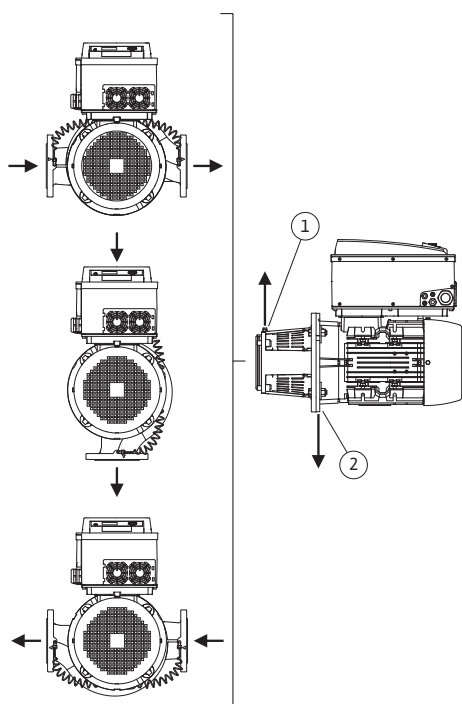

Fig. 14: Toegestane inbouwposities met horizontale motoras
De toegestane inbouwposities met horizontale motoras en elektronicamodule naar boven gericht ( $0^\circ$ ) zijn in Fig. 14 weergegeven.
De ontluchting van de pomp is optimaal gewaarborgd als het ontluichtingsventiel omhoog wijst (Fig. 14, pos. 1).
Het condensaat dat ontstaat, kan gericht worden afgevoerd via aanwezige boorgaten, het pomplantaarnstuk en de motor (Fig. 14, pos. 2).